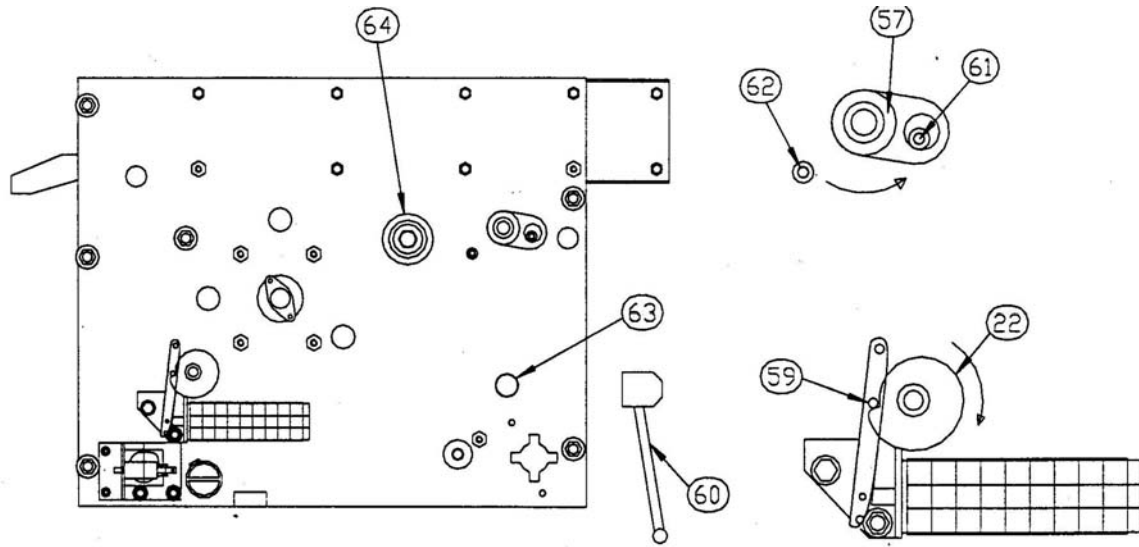

Рис. 38 Завод и разгрузка пружины включения
См. Рис. 38. Наденьте рукоятку (60) на вал (63) и вращайте ее по часовой стрелке, чтобы сжать пружину включения. Пружина включения будет полностью сжатой, когда контрольный рычаг конечного выключателя двигателя упадет на край контрольного диска (22). Для того, чтобы предотвратить вероятность травмы персонала в результате случайного включения двигателя во время выполнения ручного завода пружины рукоятка (60) снабжена обгонной муфтой.
Пружина включения является не полностью заряженной, пока контрольный рычаг (59) не упал на край контрольного диска (22) (см. Рис. 38).
- Наденьте рукоятку (60) на вал (63) и крепко держите ее.
- Отверните винт (61) механизма обгонной муфты, чтобы он оказался в контакте с блокирующим винтом (62).
- Медленно вращая ручку по часовой стрелке, поверните вилку механизма обгонной муфты таким образом, чтобы ока оказалась в контакте с блокирующим винтом (62).
- Крепко удерживая рукоятку, отверните блокирующий винт (62).
- Медленно вращайте рукоятку по часовой стрелке, чтобы разгрузить пружину включения. Пружина включения полностью разгружена, когда контрольный край контрольного диска (22) будет находиться на максимальном удалении от контрольного колеса контрольного рычага (59).